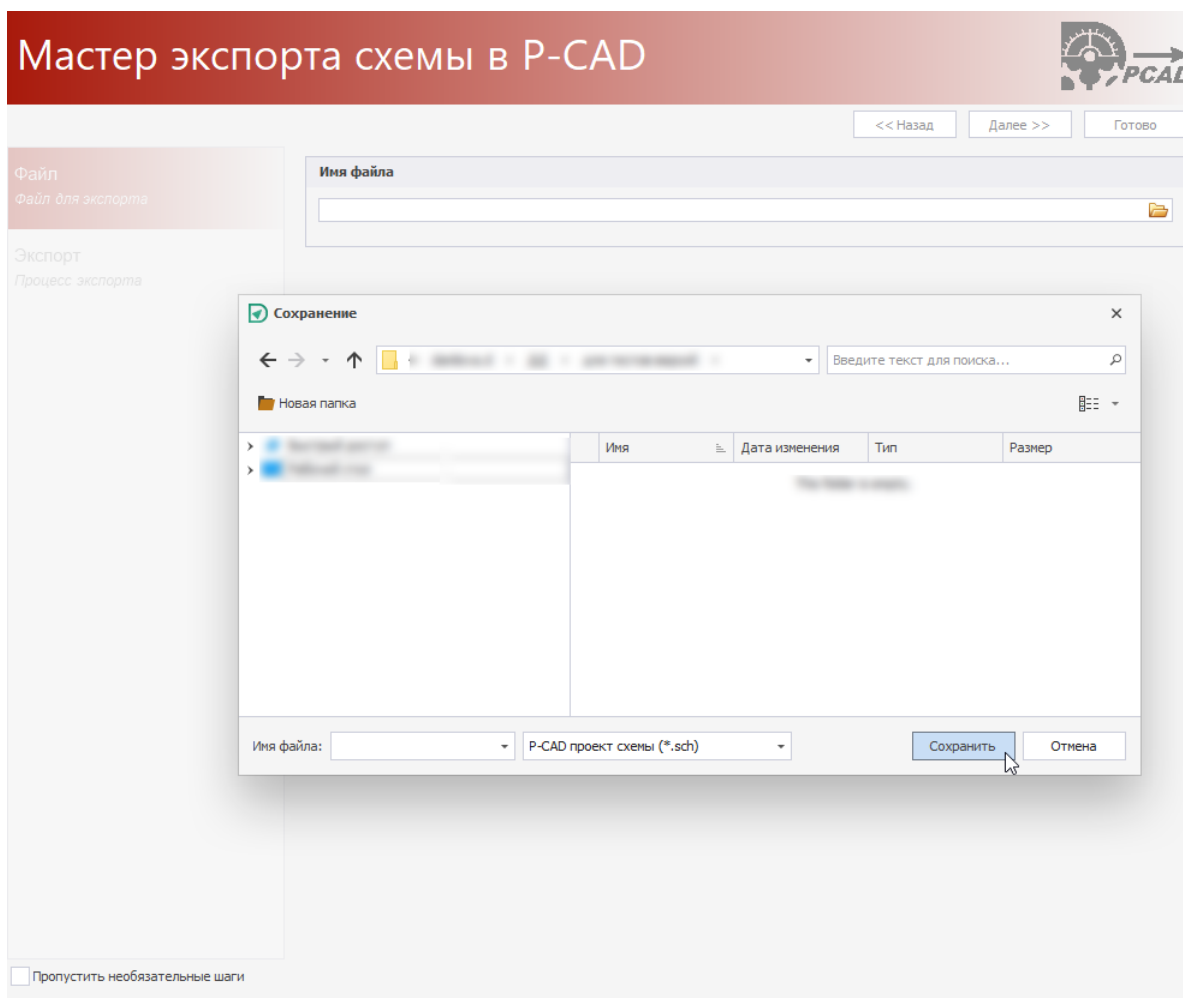

Рис. 30 Выбор директории
2. На первом шаге мастера экспорта выберите директорию для сохранения сгенерированного файла, Рис. 30, выберите «Сохранить» и перейдите на следующий шаг, выбрав «Далее».